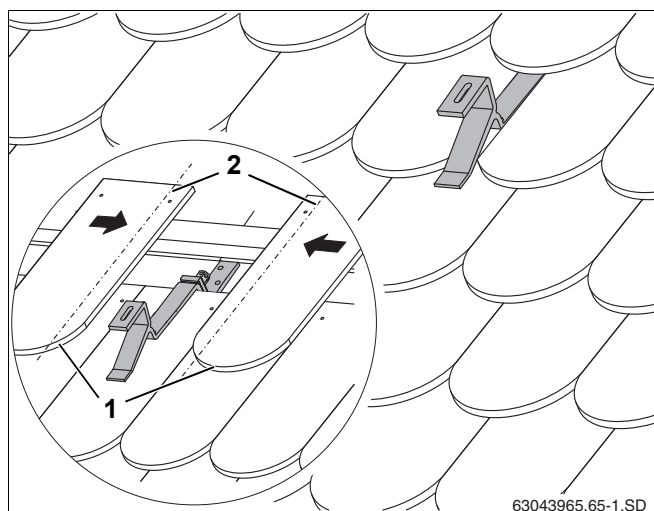

Рис. 20 Кровельный крюк на крыше, покрытой черепицей
- ▶ Обрежьте примыкающую плоскую черепицу (рис. 20, поз. 1) (по штриховой линии, (рис. 20, поз. 2).